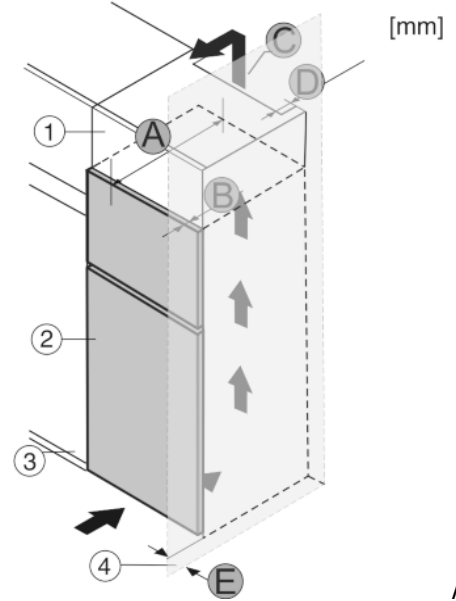

Fig. 18
Cihaz, mutfak dolaplarıyla modifiye edilebilir. Cihazı Fig. 18 (2) mutfak tezgahına göre denkleme için, cihazın üzerine takma dolabı Fig. 18 (1) monte edilebilir.
Cihaz doğrudan mutfak dolabının *Fig. 18 (3)* yanına kurulabilir. Kapıların tamamen açılabilmesi için cihaz, mutfak dolabı önü karşısındaki derinlik *Fig. 18 (B)* kadar önde olmalıdır. Mutfak dolaplarının derinliğine ve duvar mesafe tutucularının kullanımına bağlı olarak cihaz daha da dışarıda durabilir.
- Takma dolabının arka tarafında, tüm takma dolabı genişliğindeki derinlikle *Fig. 18 (D)* bir atık hava kanalı mevcut olmalıdır.
- Oda tavanı altında hava tahliye çapraz kesimine *Fig. 18 (C)* uyulmalıdır.
Cihaz menteşelerle duvarın *Fig. 18 (4)* yanına kurulursa cihaz ve duvar arasındaki mesafeye *Fig. 18 (E)* uyulmalıdır.